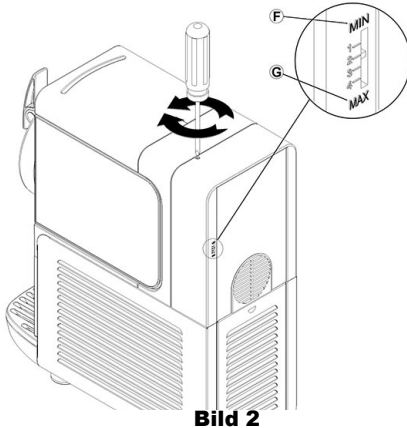

Bild 2
- 2 Für jeden Behälter mit den Tasten (A) und (C) den gewünschten Betriebsmodus auswählen
- Taste (A), wenn das Produkt gekühlt werden soll, ohne es gefrieren zu lassen
- Taste (C), wenn Granita hergestellt werden soll.
- 1 Einstellung der Konsistenz: Die optimale Konsistenz der Granita wurde werkseitig eingestellt. Wenn diese Konsistenz geändert werden soll, kann mit einem Schraubendreher die entsprechende Einstellschraube an jeder der Rückwände des Dispensers gedreht werden (Bild 2):